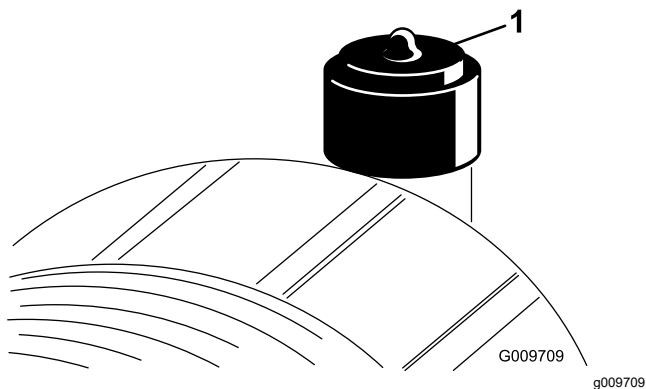

Figura 91
Effettuate la manutenzione del filtro dell'aria quando l'indicatore (Figura 91) lo richiede. Sostituendo il filtro dell'aria prima del necessario si aumenta il rischio che la morchia penetri nel motore quando si toglie il filtro.
2. Se la spia (Figura 91) è rossa, resettatela.